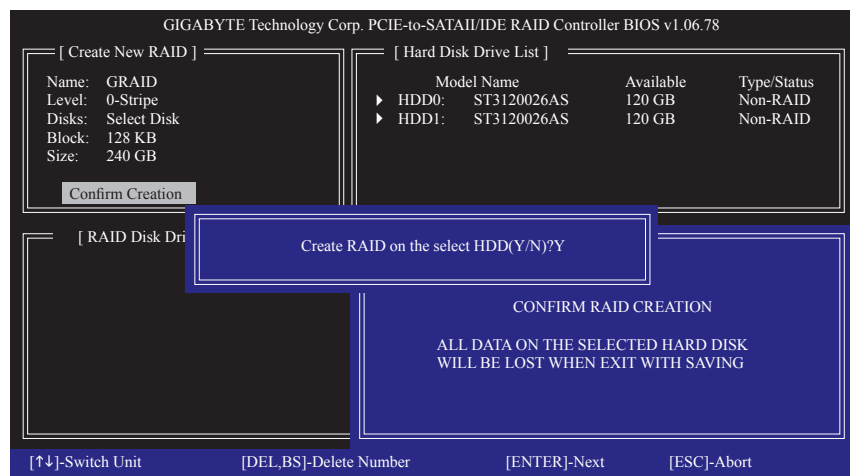

図 7
6. **Confirm Creation:** 上の項目をすべて構成すると、選択バーは **Confirm Creation** 項目に自動的にジャンプします。<Enter> を押します。選択を確認するように求めるメッセージが表示されたら(図 7)、<Y> を押して確認するか <N> を押して中断します。